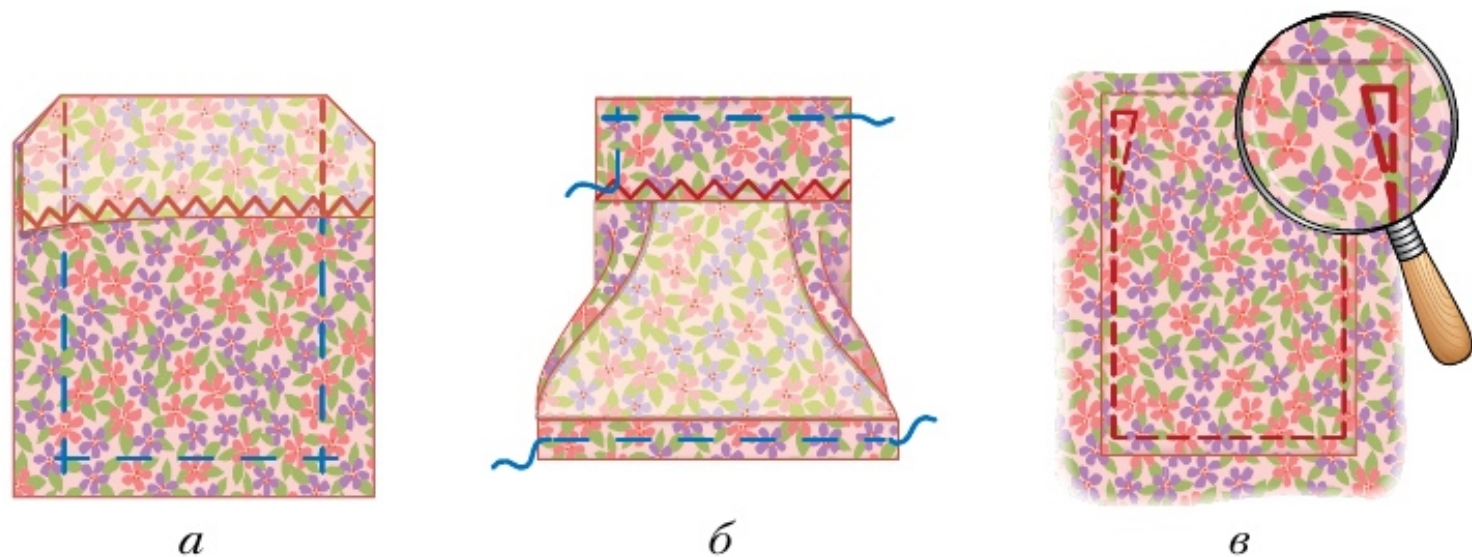

Рис. 103. Обработка накладного кармана: *а* — обработка верхнего среза; *б* — замётывание срезов; *в* — настрачивание кармана на изделие
1. Обмётывают верхние срезы карманов. Перегибают цельнокроеную обтачку каждого кармана по линии, проложенной прямыми стежками, на лицевую сторону, замётывают. Настрачивают боковые срезы обтачки на боковые срезы кармана по контурным линиям кармана, срезают припуски на углах наискось (рис. 103, *а*).
2. Выворачивают обтачку, выправляют уголки. Замётывают на изнаночную сторону припуск нижнего среза кармана, затем — припуски боковых срезов (рис. 103, *б*). Приутюживают. Проверяют правильность выполнения карманов, наложив на них выкройку. Складывают оба кармана вместе, проверяют, одинаковы ли они.
3. Накалывают карман на изделие с лицевой стороны по размеченным линиям, намётывают. Настрачивают в край. Чтобы не отрывались верхние углы кармана, в начале и в конце шва выполняют маленькие треугольнички (рис. 103, *в*).